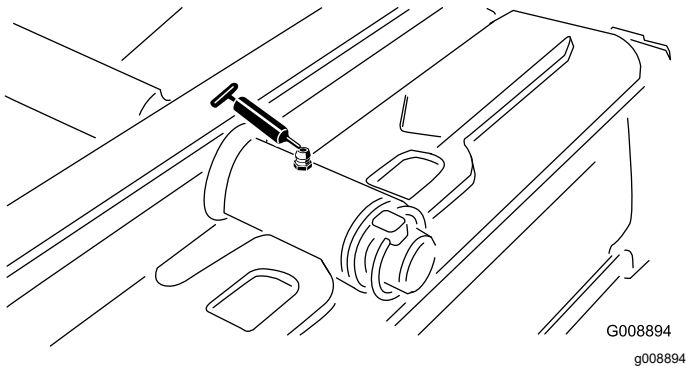

Figura 32
- Pivote de la unidad de corte trasera (Figura 32)